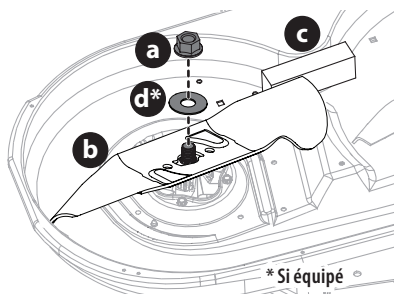

Figure 51
- Placez un cale de bois (c) entre le carter du plateau de coupe et le tranchant de la lame (b) pour aider à débloquer l'écrou hexagonal (a) et la rondelle (d)* qui fixe la lame (b). Utilisez une clé de 15/16 po pour desserrer l'écrou hexagonal (a) et la rondelle (d)* (Figure 51).
- Lorsque vous réinstallez les lames, assurez-vous de ce qui suit (Figure 51) :